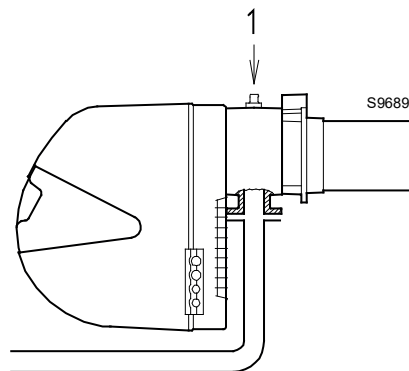

Fig. 17
Pressão do gás medido à saída 1)(Fig. 17), com:
Perda de carga registo borboleta gás 2)(Fig. 17) com abertura máxima: 90°.
Perda de carga da rampa 3)(Fig. 17) incluindo: válvula de controle VR, válvula de segurança VS (ambos com abertura máxima), regulador de pressão R, filtro F.
- retirar a pressão do gás na tomada 1)(Fig. 17) a pressão da câmara de combustão.
Pressão do gás na tomada 1)(Fig. 17) = 8,6 mbar
Em vez disso, para saber a pressão do gás necessária para a tomada 1)(Fig. 17), defina a potência de modulação máxima na qual o queimador deve ser operado:
- Ler à direita, coluna 1, a pressão na tomada 1)(Fig. 17).
pressão necessária na tomada 1)(Fig. 17).